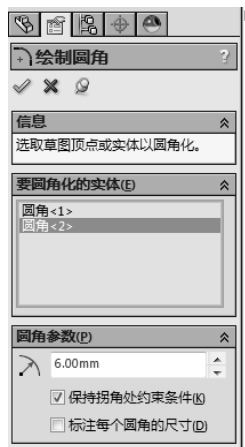

图 3-98 设置圆角属性
- [5] 为每个圆角选择草图实体, 在圆角操控板中设定属性, 如图 3-98 所示。